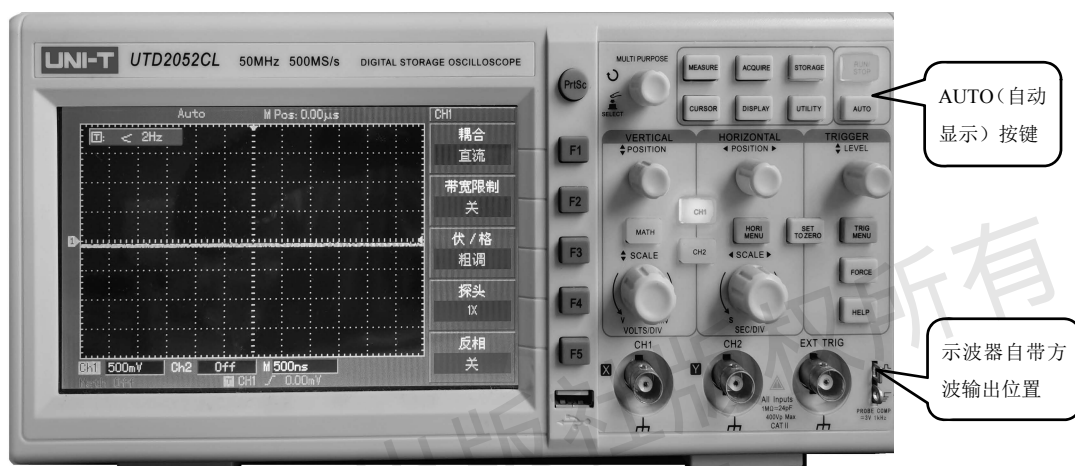

图 3-35 示波器面板
③ 为被测电路接上 5V 直流电压，按 AUTO 按键（见图 3-35），即能在显示区域显示所测信号波形。
(2) 自动测量信号的电压和时间参数。